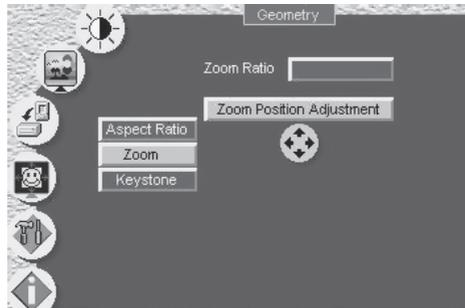

Рис. 25. Задание положения увеличиваемого фрагмента
- с помощью кнопок управления экранным меню (рис. 25)².